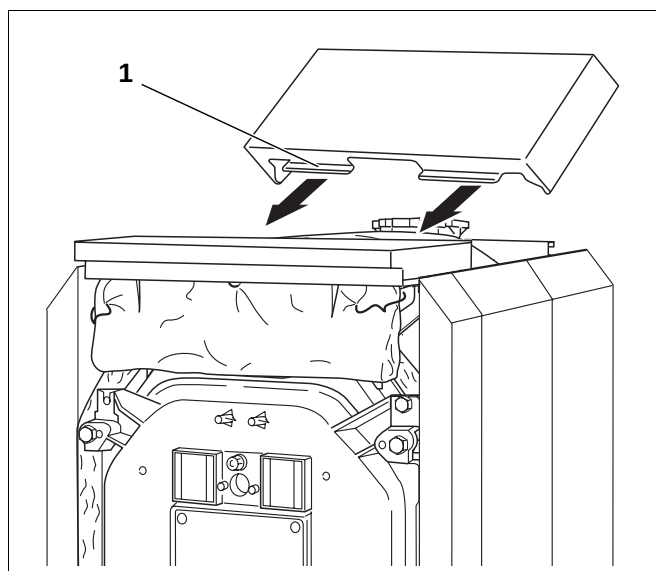

Fig. 52 Montage – midtre topplate
- Skyv kantene på kjelens midtre topplate (fig. 52, **pos. 1**) under kjelens fremre topplate og smett dem inn i rennen på sideveggene.